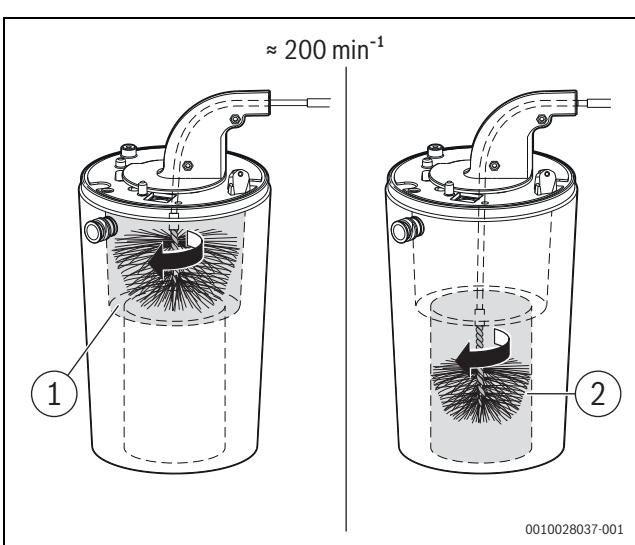

Bild 22 Wärmeblock reinigen (ca. 200 min⁻¹, nur Rechtslauf)
- Mit kleiner Bürste für den unteren Bereich wiederholen (→ Bild 22, [2]).